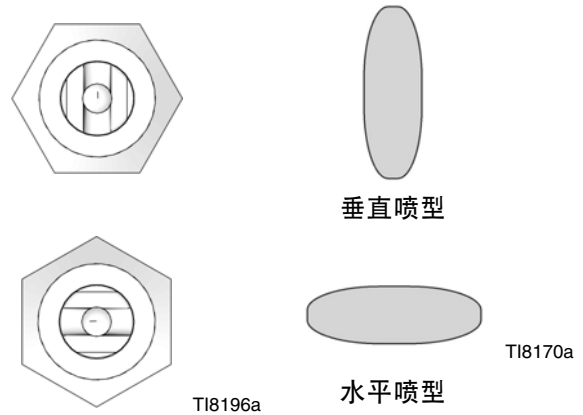
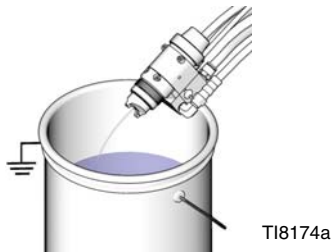

图 8：喷型
图 9: 泄压
重新组装喷枪时，请遵循图 8 和图 9 中的维修注释。
3. 拧下喷嘴固定螺母（7）。卸下喷嘴（9）及垫圈（8）。参见图 8 和图 9。